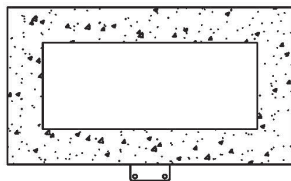

Figure 5
- Marquez la position des deux trous inférieurs (voir figure 5).